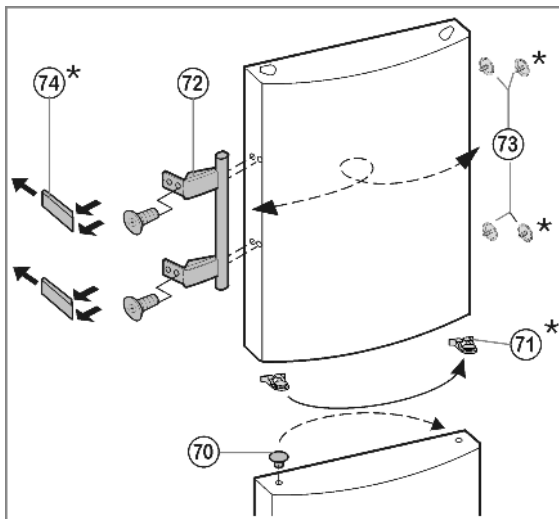

Fig. 17
- ▶ На нижней дверце: Извлеките пробку Fig. 17 (70) из опорной втулки дверцы и переставьте.
- ▶ На обеих дверцах: Снимите и переставьте на противоположную сторону дверную ручку Fig. 17 (72), пробку Fig. 17 (73) и прижимные пластины* Fig. 17 (74).